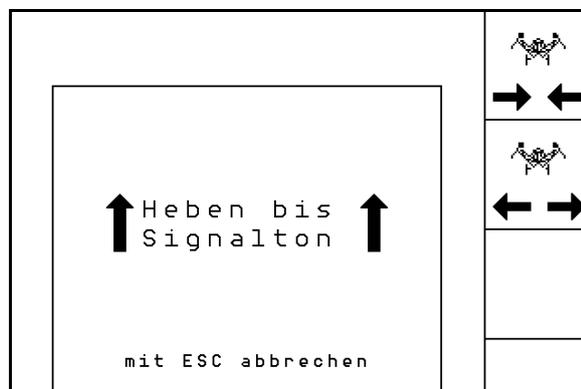

Fig. 60
- Passez au sous-menu de basculement (Fig. 60).